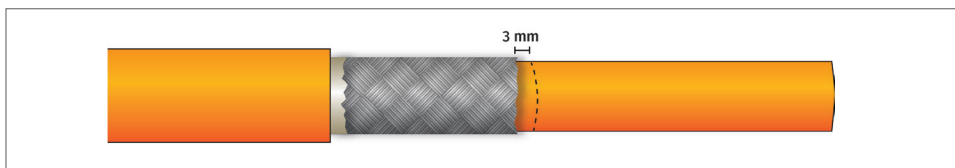

Abb. 8-9: Schritt 4: Markierung auf Innenmantel anbringen
- ☞ Ein 10 mm langes Stück Schrumpfschlauch auf die HV-Leitung bis zur Markierung aufziehen (Abb. 8-9).